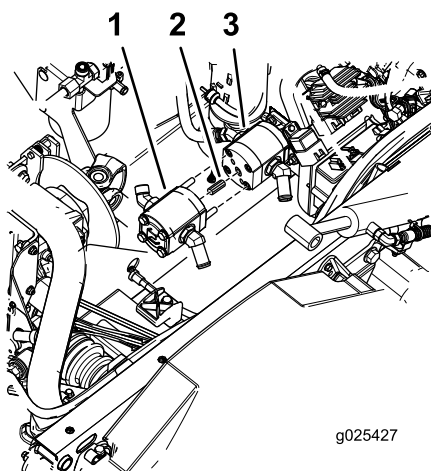

Figura 7
4. Usando los 2 pernos largos, monte la bomba de alto caudal en la bomba existente (Figura 7).